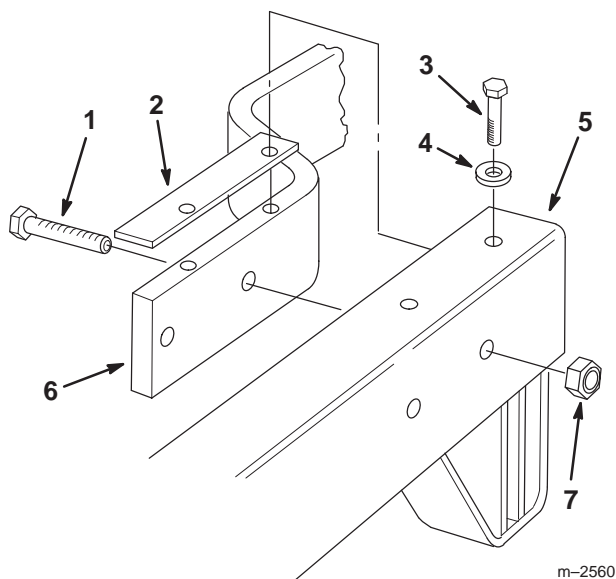

Bild 5
1. Befestigen Sie das Chassis mit 4 St. Kopfschrauben $3/8'' \times 1-3/4''$ und Sicherungsmuttern ($3/8''$) am Chassis der Zugmaschine. Beachten Sie, dass sich die Sicherungsmuttern an der Außenseite des Chassis befinden müssen. Lassen Sie die Sicherungsmuttern lose, um ein Bewegen zwischen dem Schneidwerk- und dem Zugmaschinenchassis zu ermöglichen (Bild 5).
2. Führen Sie die Beilagscheiben zwischen dem Schneidwerk- und dem Zugmaschinenchassis ein. Fluchten Sie die Löcher in den Beilagscheiben mit den oberen Löchern in dem Zugmaschinen- und Schneidwerkchassis ab (Bild 5).
3. Führen Sie die 4 St. $3/8'' \times 7/8''$ Bundschrauben mit Flachscheiben durch das Schneidwerkchassis und die Beilagscheiben in die Gewindelöcher oben im Chassis der Zugmaschine ein. Ziehen Sie die Bundschrauben mit 37–45 Nm an (Bild 5).
4. Ziehen Sie die 4 Kopfschrauben ($3/8 \times 1-3/4''$) und Sicherungsmuttern ($3/8''$) mit 37–45 Nm an (Bild 5).